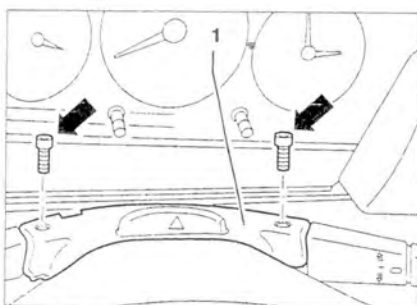

Рис. 7.8. Открутите болты (стрелка) и снимите молдинг 1 замка зажигания.
11. Открутите болты (стрелка) и снимите молдинг 1 замка зажигания (рис. 7.8).